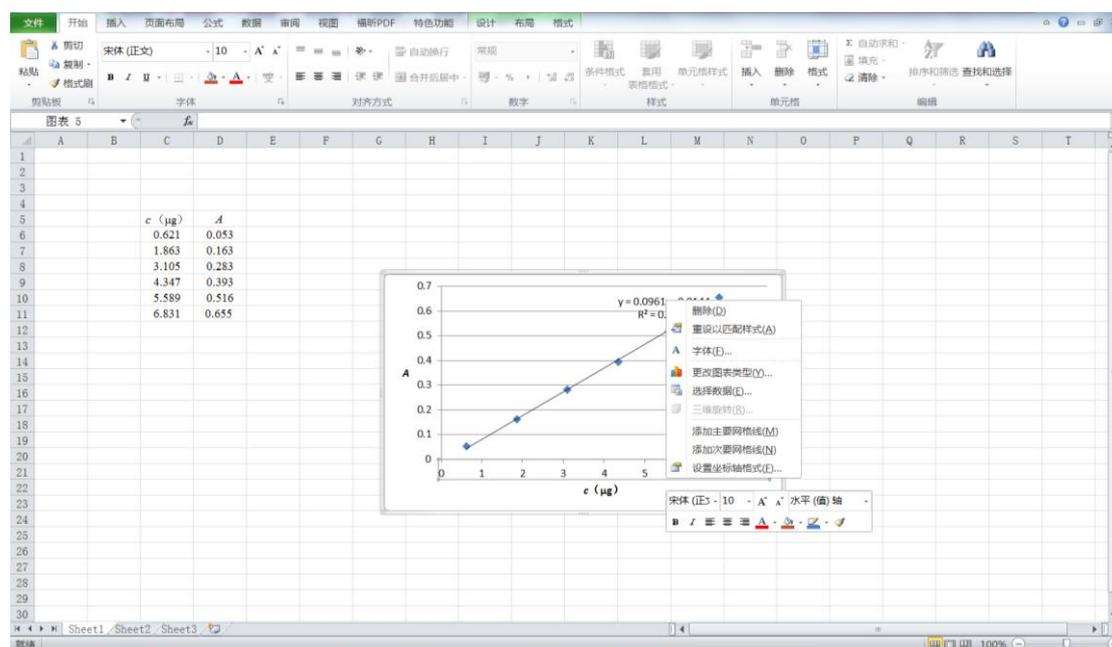

图 11
7、鼠标右击横纵坐标轴，选择“设置坐标轴格式”修改坐标轴格式，如图 11 和 12，将绘制的标准曲线图打印，粘贴到实验报告上。